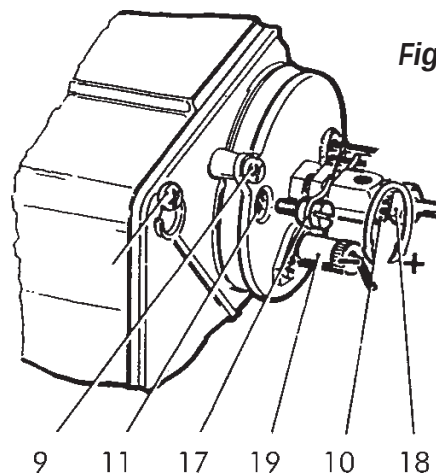

Fig. 8
- Reglati flacara actionand corespunzator asupra reglajului aerului cu ajutorul surubului (13) si rozeta (12), ca si prin avansarea sau retragerea suportului port-duza (10); pentru aceasta din urma, actionati asupra surubului (17).
- Se recomanda avansarea suportului "+" pentru debite ridicate sau apropiate de debitul maxim si retragerea lui "-" pentru debite reduse (vezi fig. 8).